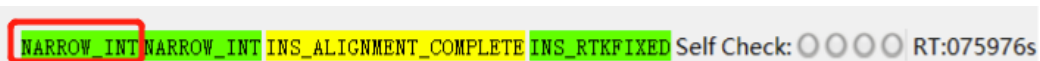

图 7-7 BY\_Connect 指示标志
- 等待 10-15 秒，若 BY\_Connect 的指示标志如图 7-7 所示，表明差分接入成功，进入 RTK 定位模式。